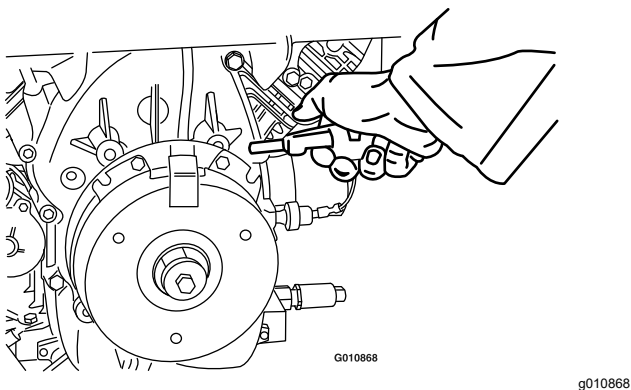

Figura 68
3. Utilizar un compresor de aire, elimine cualquier residuo de debajo del polo de freno y de alrededor de los espaciadores del freno (Figura 68).